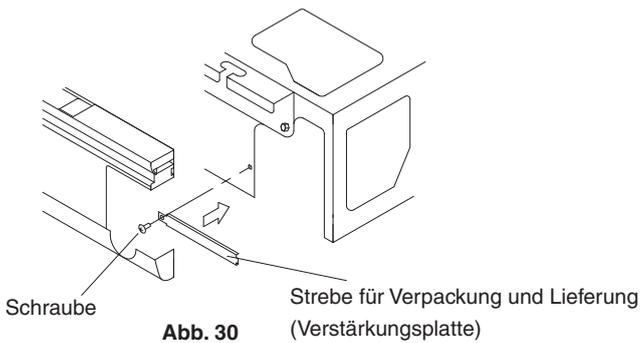

Abb. 30
- Nach dem Verlegen der Ablaufleitung die Strebe für Verpackung und Lieferung (Verstärkungsplatte) wieder anbringen; Ausbau siehe Abschnitt "6. KÄLTEMITTELLEITUNGSARBEITEN". Es ist jedoch nicht notwendig, die Strebe für Verpackung und Lieferung (Verstärkungsplatte) an der rechten Seite zu installieren. (Siehe Abb. 30)